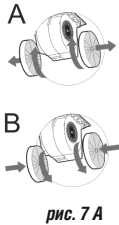

рис. 7 А
- 6.3 В зависимости от режима эксплуатации кухонной вытяжки соединительный вентилятор с вентиляционной решеткой полужестким воздуховодом (рис. 7) или установите на вентилятор угольные фильтры. Угольные фильтры устанавливаются на защитные решетки корпуса вентилятора (рис. 7А)